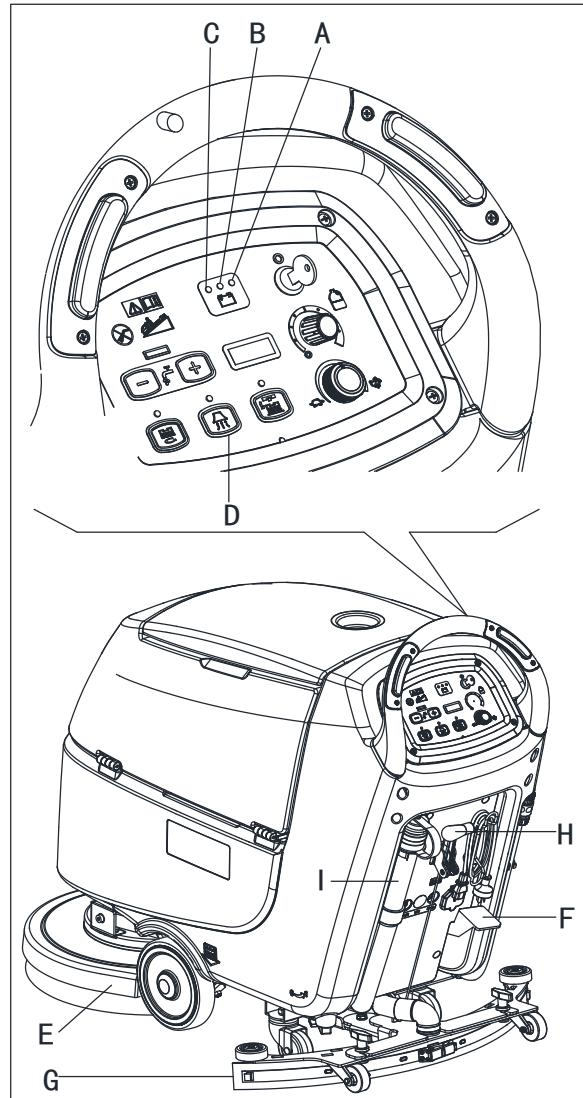
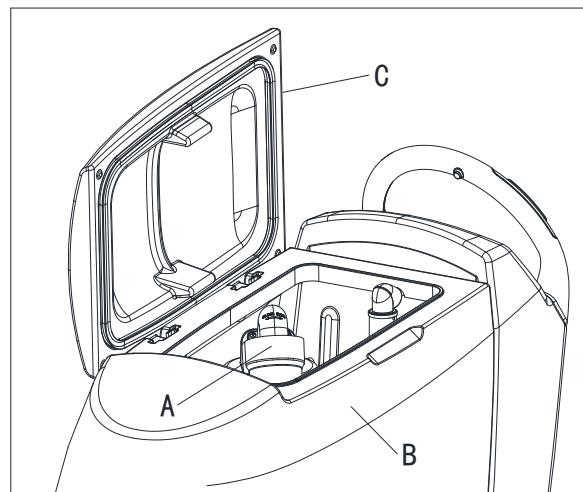

Figure 12
Figure 13
Jusqu'à ce que le témoin lumineux vert (A, Fig. 12) reste allumé, les batteries permettent à la machine de travailler normalement. Lorsque le témoin lumineux vert (A) s'éteint, et le témoin lumineux jaune (B) s'allume, il est conseillé de charger les batteries, parce que la charge restante ne durera que pendant quelques minutes (en fonction des caractéristiques de la batterie et du travail à effectuer). Lorsque le témoin lumineux rouge (C) s'allume, les batteries sont complètement déchargées. Après quelques secondes, la brosse/support de disque est automatiquement éteint, tandis que le système d'aspiration et (uniquement pour les machine à traction) le système d'entraînement restent allumés, pour terminer le séchage du sol et conduire la machine à la zone de recharge.
Un système automatique de fermeture à flotteur (A, Figure. 13) bloque le système d'aspiration lorsque le réservoir d'eau de récupération (B) est plein. La désactivation du système d'aspiration est indiquée par une augmentation soudaine de la fréquence du bruit du moteur du système d'aspiration, le sol aussi ne s'est pas séché.
Si le système d'aspiration s'éteint accidentellement (par exemple, lorsque le flotteur est activé en raison d'un mouvement soudain de la machine), pour reprendre l'opération: désactiver le système d'aspiration en appuyant sur le commutateur (D, Fig. 12), puis retirer le couvercle (C, Fig. 13) et vérifier que le flotteur à l'intérieur de la grille (A) a baissé jusqu'au niveau de l'eau. Ensuite, remettre le couvercle (C) et mettre le système d'aspiration en appuyant sur le commutateur (D, Fig. 12).
Lorsque le réservoir d'eau de récupération (B, Fig. 13) est plein, le vider selon la procédure suivante.
2. Soulever la tête de brosse de la brosse/du support de disque (E, Fig. 12) en appuyant sur la pédale (F). (seulement pour machine à disque)
3. Soulever la raclette (G) avec le levier (H).
5. Vider le réservoir d'eau de récupération avec le tuyau (I). Ensuite, rincer le réservoir (B, Fig. 13) avec de l'eau propre.